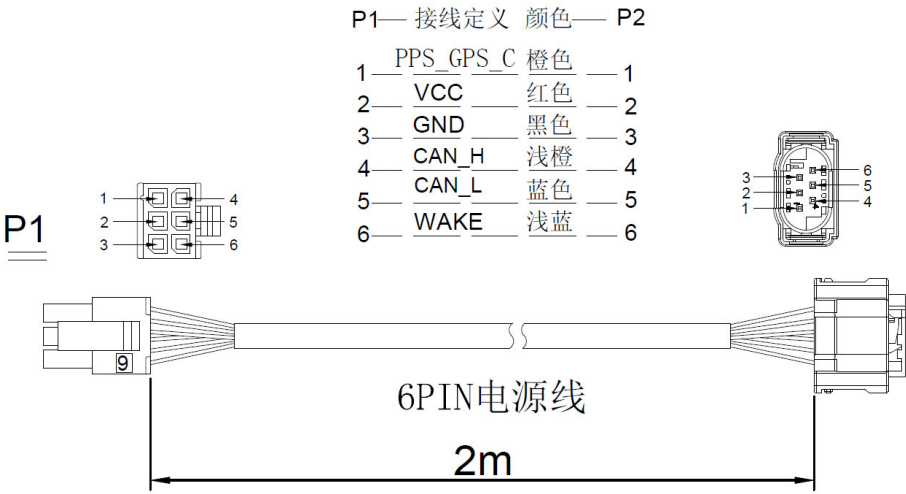

图 2.1 雷达对外 6 芯电源线缆（CAN 网络授时）示意图
■ CH128X1 系列多线激光雷达机体下端侧面引出缆线，缆线为 6 芯电源线和 2 芯车载以太网线，序号如下图所示。注：如选择的是 CAN 网络授时雷达，线序定义如图 2.1，选择的是 GPS 授时雷达,线序定义如图 2.2。